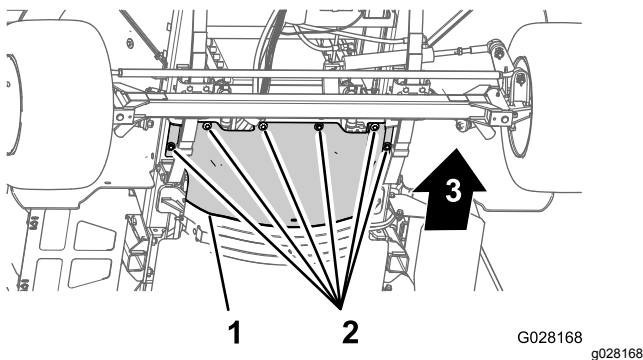

Figure 62
3. Retirez les 6 boulons à tête hexagonale et les 6 rondelles qui fixent l'écran pare-chaueur au châssis et déposez l'écran (Figure 62).